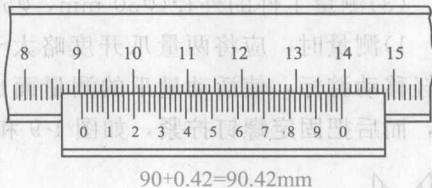

图1-7 游标卡尺的读数示例
(2)游标卡尺的读数方法。用游标卡尺测量工件时,读数方法分为3个步骤,如图1-7所示。